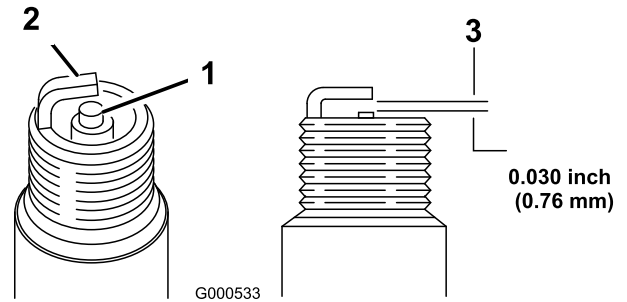

Bild 24
5. Stellen Sie den Elektrodenabstand auf 0,76 mm ein, siehe Bild 24.